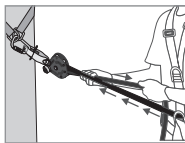
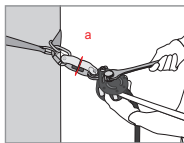

Fig 3
Fig 4
Po zamontowaniu linki bezpieczeństwa należy ustawić jej naciągnięcie przez manualne naprężanie linki (od strony węzła końcowego –Rys. 3). Krzywka (8) oraz dźwignia krzywką (4) powinny automatycznie zbliżyć się do linki. Zaciśnięć dźwignię krzywką (4), a następnie za pomocą odpowiednio dopasowanego klucza naciągnąć linkę na osi regulacji naciągnięcia (1), aż podkładka wskaźnika naciągnięcia (a) znajdzie się pod wskaźnikiem naciągnięcia (2) zacznie się swobodnie obracać (Rys. 4). **PRZESTĄC DOKREĆCAĆ**, jak tylko podkładka zacznie swobodnie się poruszać! Ruch ten odpowiada wstępnemu naciągowi linki o wartości około 1 kN. Podczas użytkowania należy regularnie sprawdzać naciągnięcie linki (obroty podkładki wskaźnika naciągnięcia) i w razie konieczności uregulować je zgodnie z powyższym opisem.